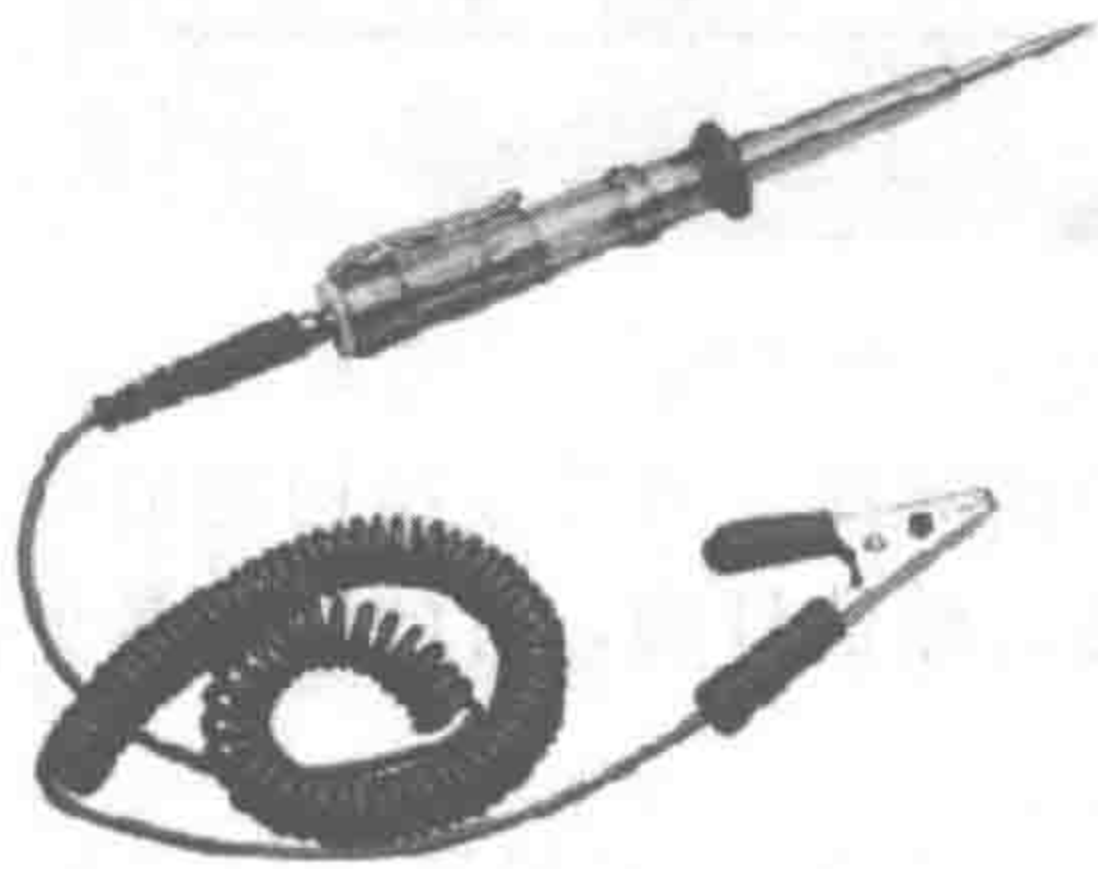

图 1-2 不带电源测试灯（12V 测试灯）
① 不带电源测试灯（12V 测试灯）如图 1-2 所示，它以汽车电源作为电源，由 12V 测试灯、导线和各种不同的端头组成，主要用来检查系统内电源电路是否给电器各部件供电，举例如下。